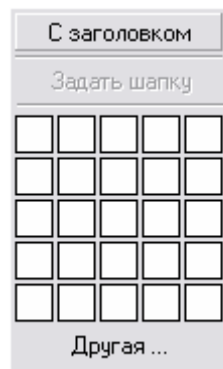

Рис. 3.66
1. На инструментальной панели **Объекты** выберите инструмент **Таблица** . При этом появится окно для выбора вида таблицы (Рис. 3.66).